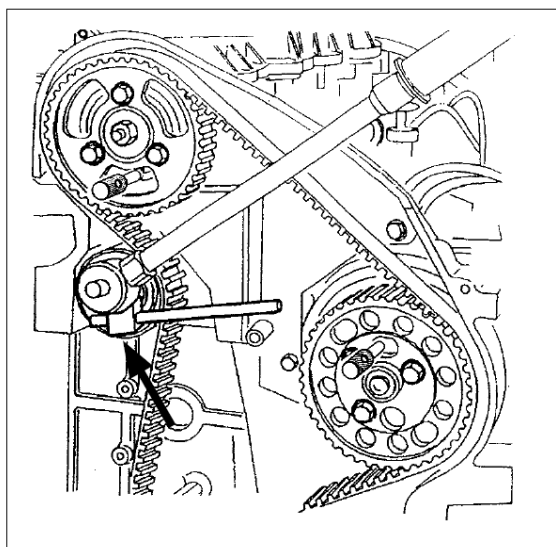

Fig. 2
- Deze tool is nodig om de spanrol te draaien en op zijn plaats te houden terwijl de centrale bout wordt aangedraaid (25 Nm)(Fig. 2).